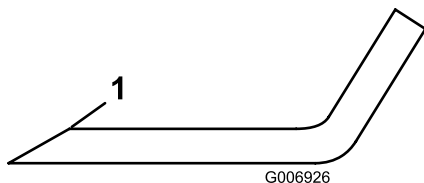

Figura 108
- Controllate i taglienti di tutte le lame, e affilateli se fossero ottusi o scheggiati. Affilate soltanto la parte superiore del tagliente e mantenete l'angolo di taglio originale per garantire l'affilatezza (Figura 108).
- Se smussato o scheggiato, affilate soltanto la parte superiore del tagliente e mantenete l'angolo di taglio originale (Figura 108).